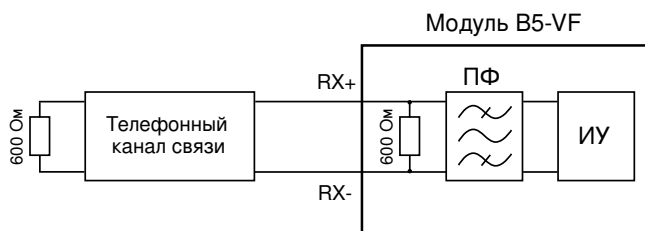

Рис. 9.1. Схема измерения уровня псофометрического шума
Измерения выполняются в соответствии со схемой, приведённой на рис. 9.1.
1. Подключить прибор по схеме, приведённой на рис. 9.1. Измеряемый канал связи подключается к разъёму Input модуля B5-VF (см. рис. 5.1).